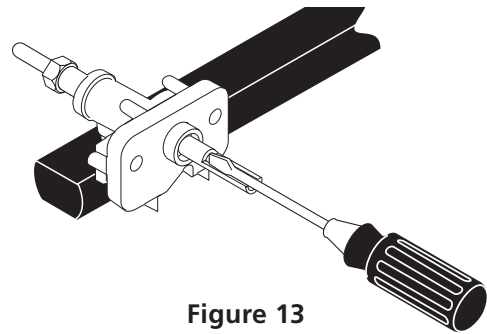

Figure 13
2. Le brûleur de surface doit s'allumer lorsque le gaz est disponible au brûleur supérieur. En fonctionnement normal, chaque brûleur doit s'allumer dans un délai de quatre (4) secondes après que l'air ait été purgé des canalisations d'alimentation. Regardez si le brûleur est allumé.
11.4 Réglez la position LOW des robinets des brûleurs de surface (voir Figure 13)